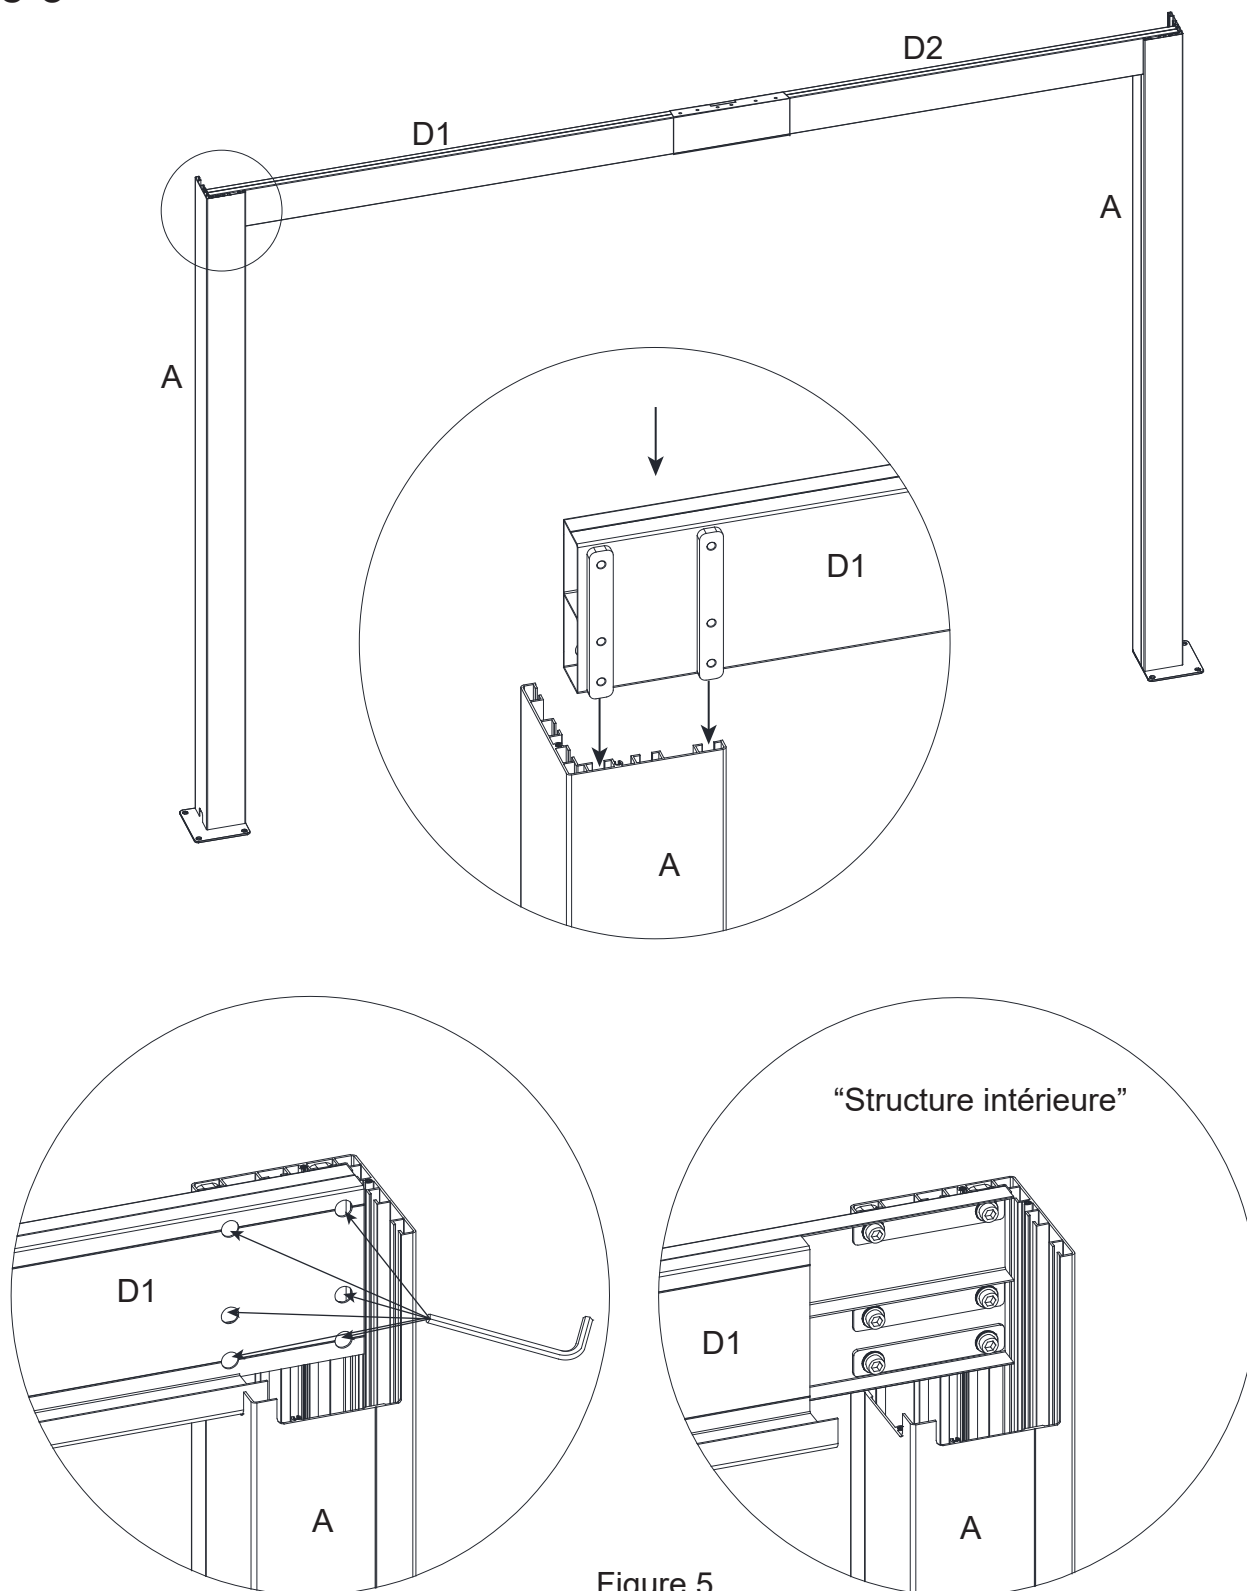

Figure 5
Figure 5. Glissez les deux extrémités des traverses avant (D1/D2) dans le guide intégré de la poutre en coin (A) et serrez les boulons à l' aide de la clé hexagonale. Référez-vous au schéma de la structure interne.